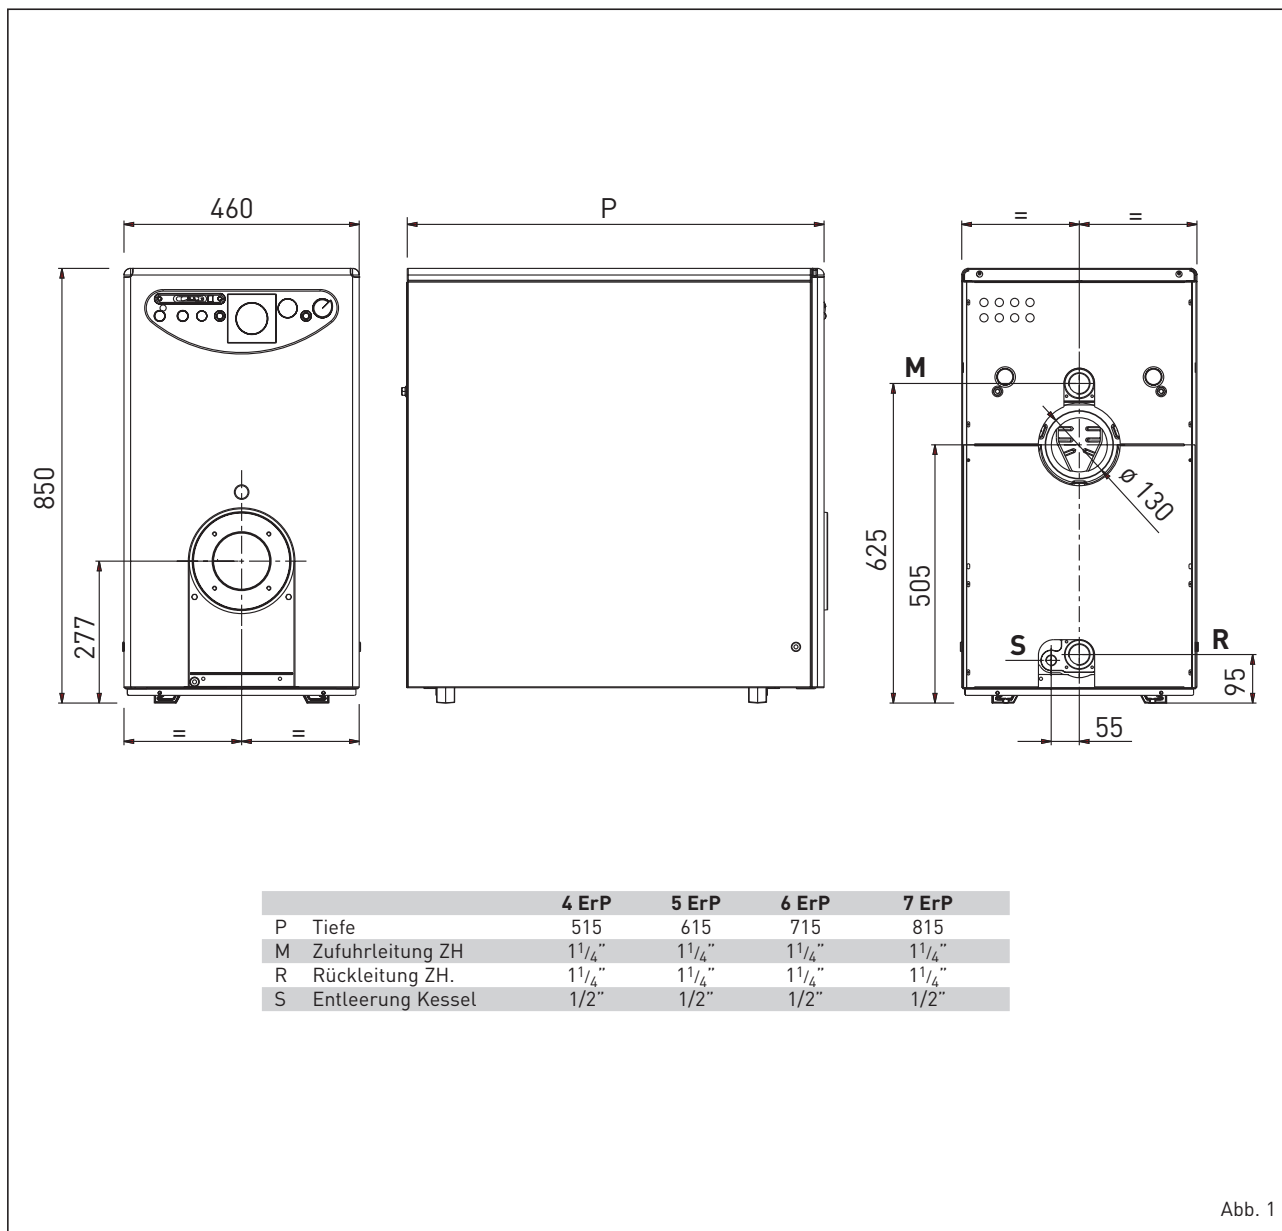

Abb. 1
1.2 AUSSENABMESSUNGEN (Abb. 1)
1.2.1 Nummernschild technische daten (Abb. 1/a)